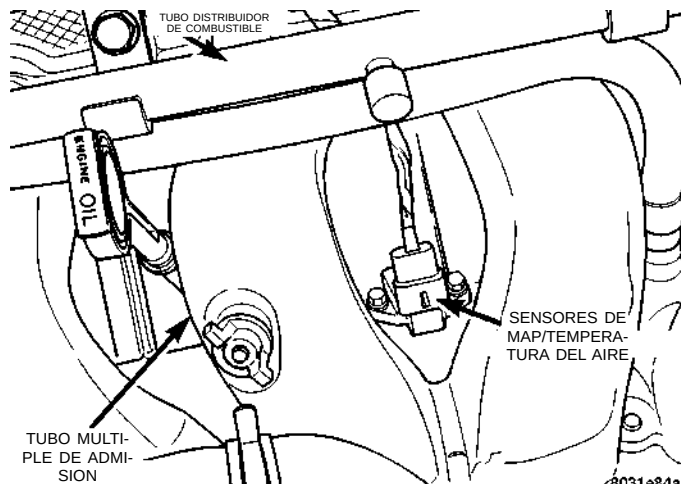

Fig. 59 Sensores de MAP/temperatura del aire de admisión
- (7) Inspeccione las conexiones eléctricas de los sensores de MAP/temperatura del aire de admisión (Fig. 59).